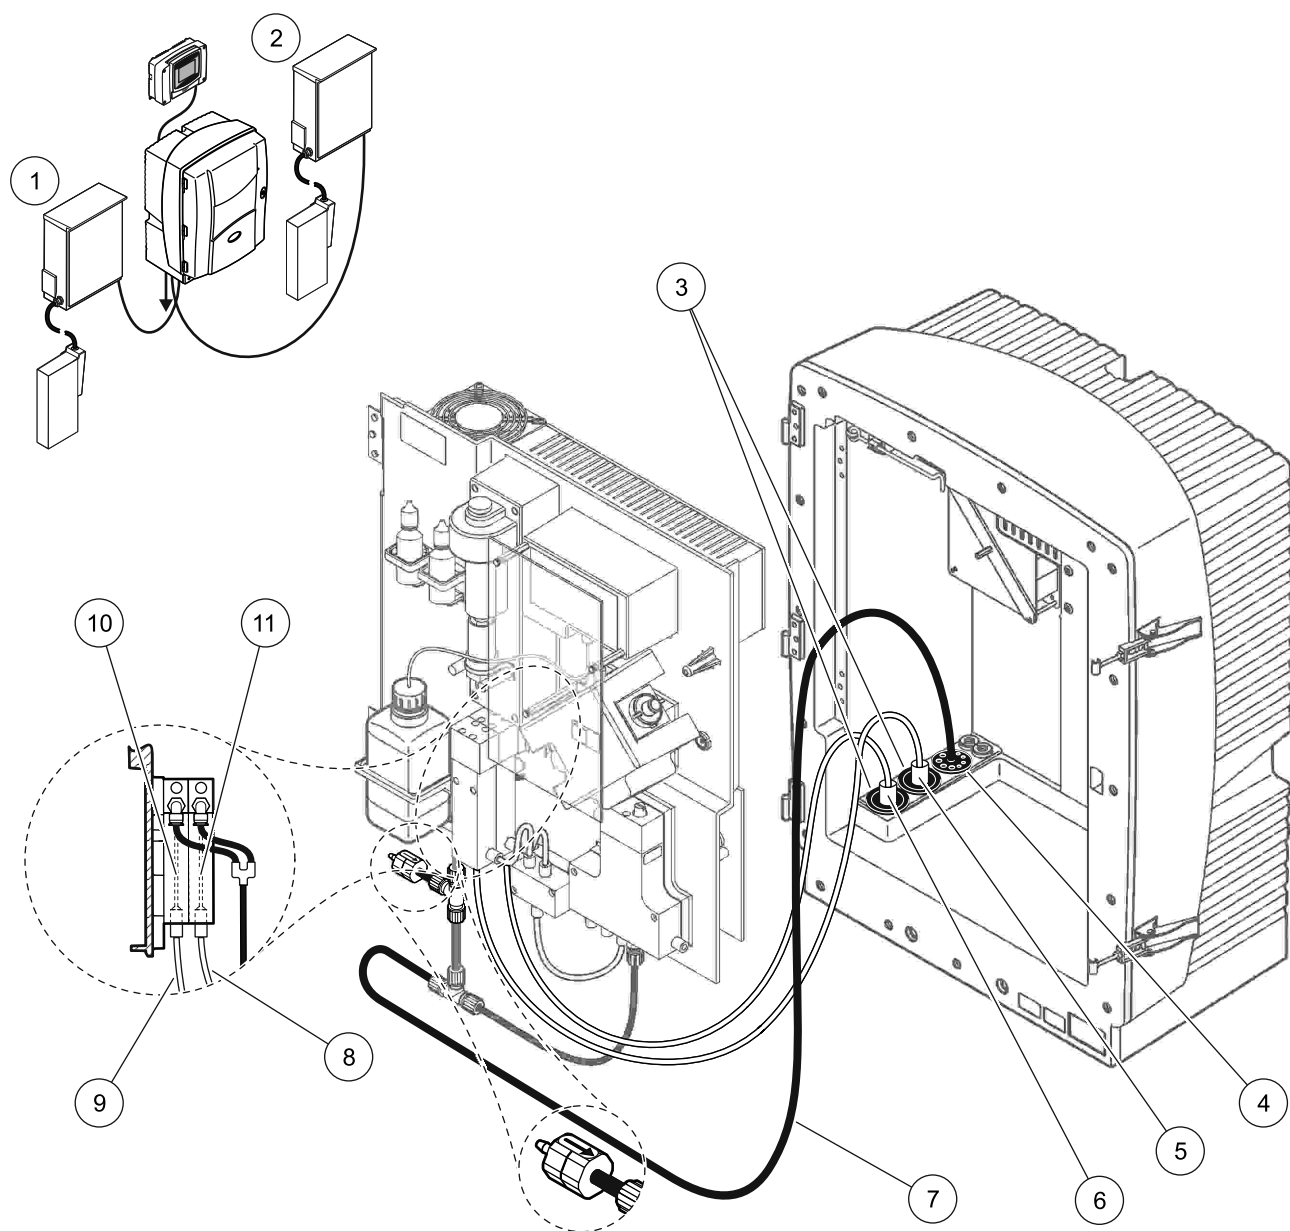

Figura 38 Configuração da opção 9a
Consulte o Figura 38 e as seguintes instruções para a Opção 9a:
2. Alimente a mangueira aquecida do FILTRAX 1 através do analisador (Figura 38, item 6). Utilize o Conector Vedante #1 para fixar.
3. Alimente a mangueira aquecida do FILTRAX 2 através do analisador (item 5). Utilize o Conector Vedante #1 para fixar.
4. Alimente o tubo de drenagem através do analisador (item 7). Utilize o Conector Vedante #3 para fixar.